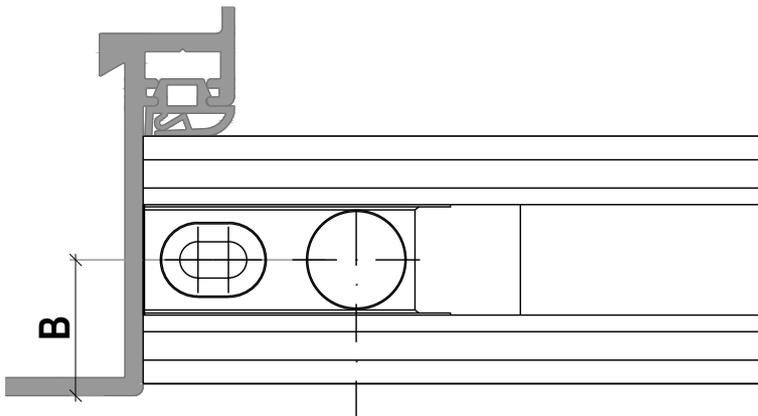
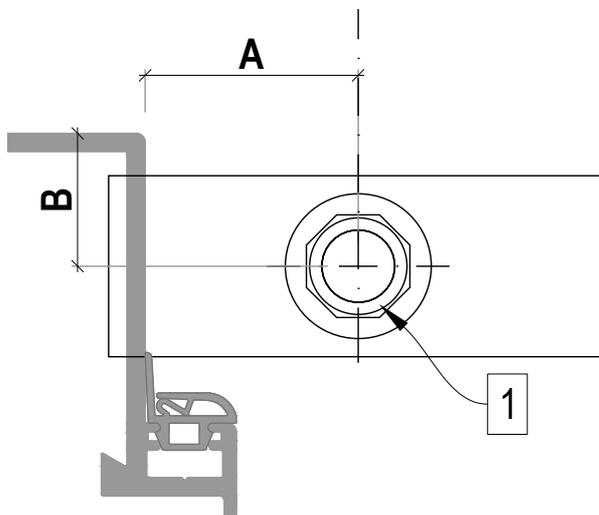

Abbildung 1
Abbildung 2
3. ... der Achsabstand "A" des Zapfenlagers in der Gleitschiene - oben - (Abbildung 1) mit der Achse des Bodenlagers (Abbildung 2) übereinstimmt und auch das Maß "B" oben, sowie unten gleich ist.